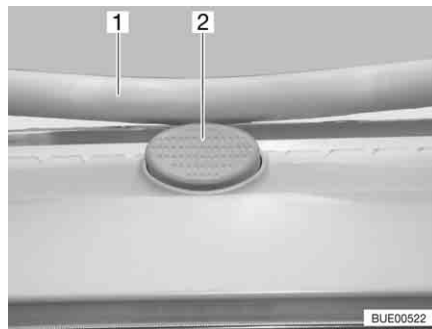

Bild 66 Sicherungsknopf an der Heki-Dachhaube
- Den Sicherungsknopf (Bild 66,2) drücken und den Bügel (Bild 66,1) mit beiden Händen nach unten ziehen.
- Den Bügel mit beiden Händen nach oben drücken, bis der Bügel oberhalb des Sicherungsknopfes (Bild 66,2) liegt.